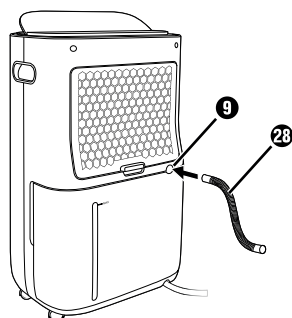

Fig. 3
- ◆ Applicare il tubo **28** fornito o l'adattatore UE per tubi da giardino **29** all'apertura di uscita **9** (vedere figure 3 e 4).